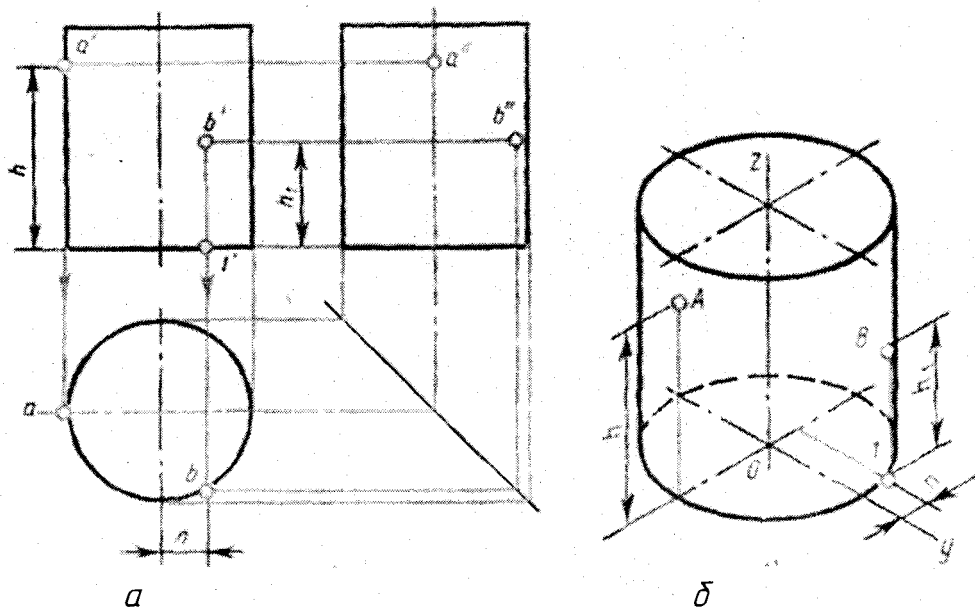

Рисунок 8
4) З'єднуємо кожну вершину основи з вершиною піраміди з урахуванням видимих та невидимих ребер. (рисунок 8)